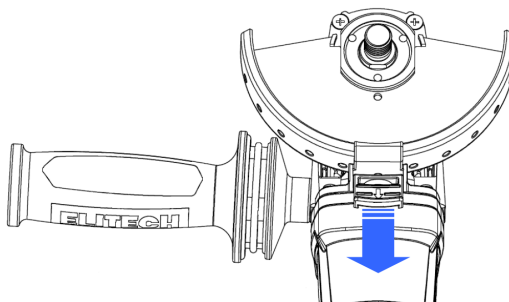

Рис. 16
1. Оттяните вниз фиксатор защитного кожуха (рис. 16).